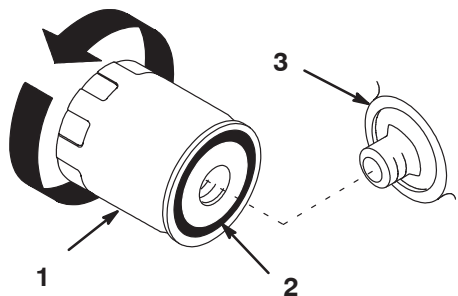

Figure 34
2. Déposez le filtre à huile usagé et essuyez la surface du joint de l'adaptateur (Fig. 34).
5. Appliquez une fine couche d'huile neuve sur le joint en caoutchouc du filtre de rechange (Fig. 34).
6. Posez le filtre à huile de rechange sur l'adaptateur. Tournez le filtre dans le sens horaire jusqu'à ce que le joint touche l'adaptateur, puis donnez 1/2 tour supplémentaire (Fig. 34).